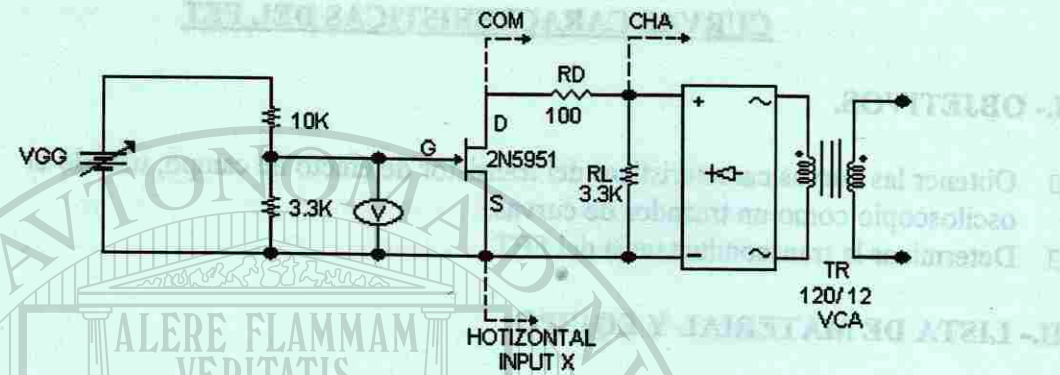

Figura 1. Determinación de las curvas características del FET.
El circuito de la figura 1, permite por el lado del circuito compuerta-surtidor, ajustar el valor del voltaje  $V_{GS}$ . Por ejemplo  $V_{GS} = 0$  si la fuente E esta desconectada, ó bien  $V_{GS}$  puede tomar un valor negativo como  $-0.5V$  si el valor de E se ajusta convenientemente.
- 1.- Implementar el circuito de la figura 1.